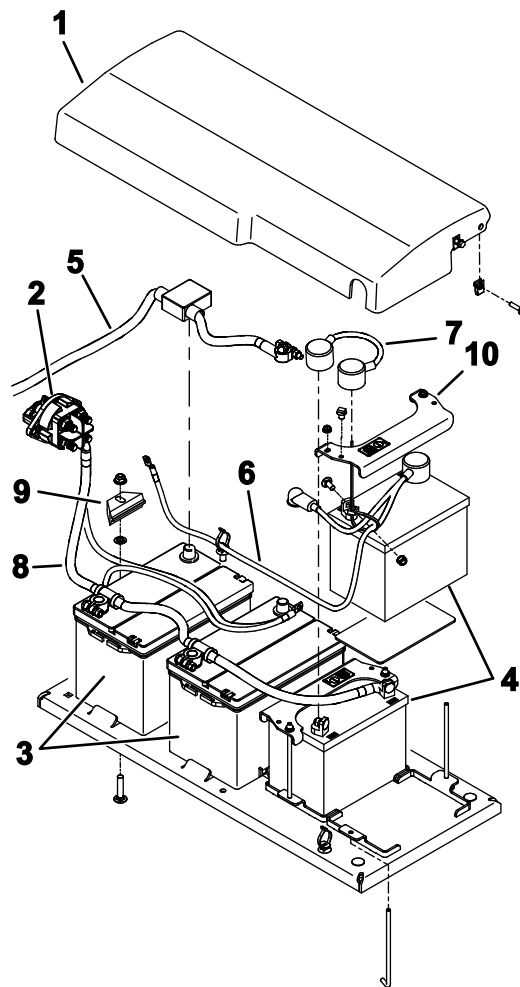

Figura 103
6. Retire las fijaciones que sujetan la tapa de la batería a la máquina, y retire la tapa (Figura 103).
9. Retire las baterías de la máquina con cuidado (Figura 103).
1. Sujete las baterías con las pletinas de sujeción (Figura 103).